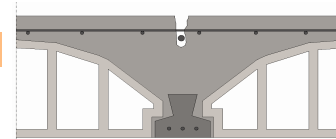

Fig.4: IVE_ GIEP
B.1. La causa posible, es la exudación del hormigón que produce un asentamiento plástico en la cara superior de los forjados ya que se va consolidando al descender su superficie verticalmente. La presencia de una determinada armadura coarta el movimiento, produciéndose la fisuración. Estas lesiones aparecen durante la ejecución del forjado y no serán reconocibles en forjados antiguos con el solado ejecutado. Generalmente son fisuras anchas pero poco profundas. (Fig.4)